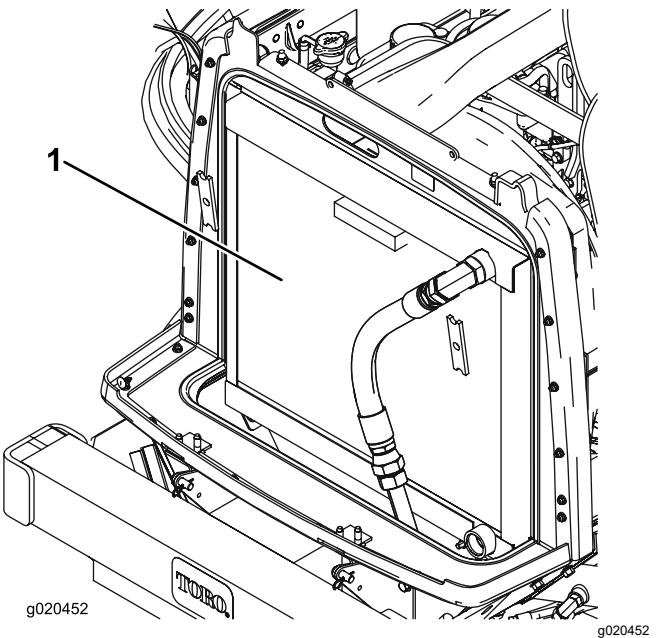

Bild 73
3. Reinigen Sie beide Seiten des Kühlers bzw. Ölühlers gründlich mit Druckluft (Bild 73).